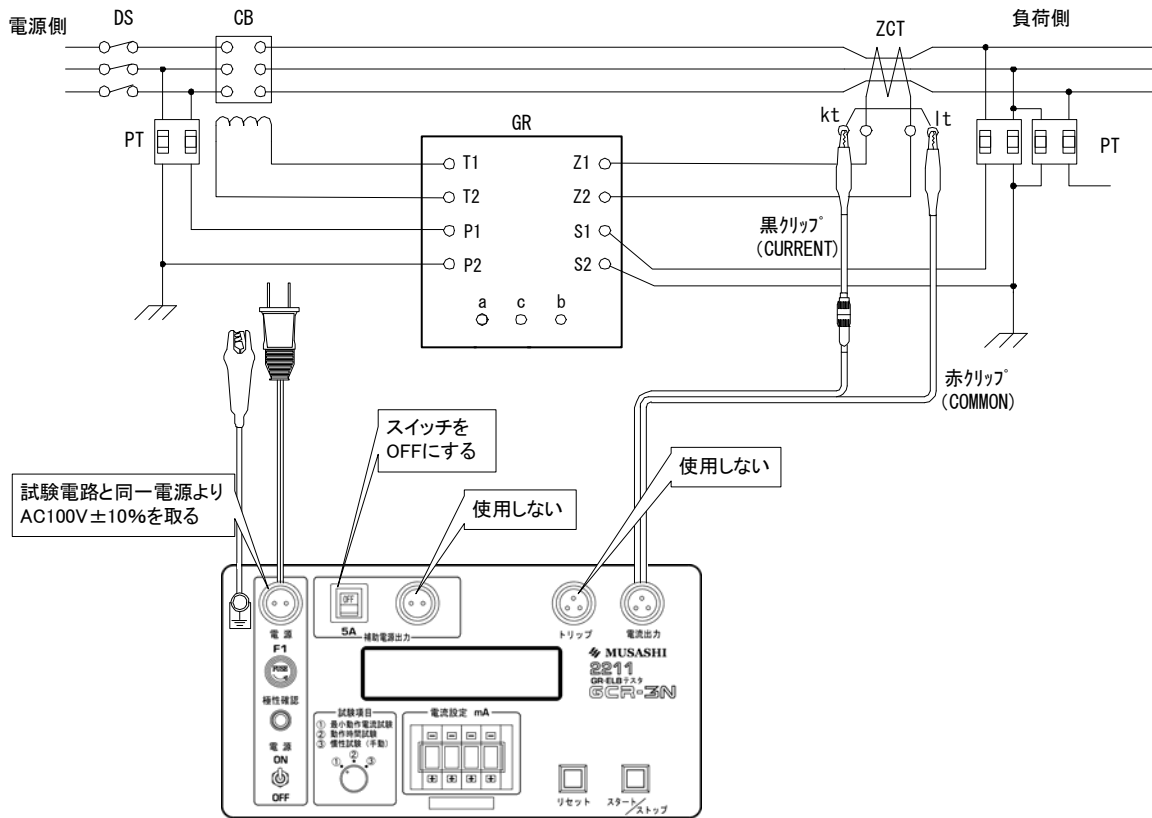

図4 高圧受電設備の電源を生かした状態でのGR・CB連動試験
5	トリップコードをトリップコネクタに接続します。 ●手順7の結線図4の電源を生かした状態でのGR・CB連動試験では、トリップコードは使用しません。
7	電流出力コード及びトリップコード、補助電源コードを下表の試験条件区分による結線図1～図4により結線します。 結線図は2.3.2試験環境に記載してあります。
高圧受電設備の電源を生かした状態でのGR・CB連動試験	図4
- ・ 結線図4の電源を生かした状態でのGR・CB連動試験ではトリップコードは絶対に使用しないでください。誤って使用した場合には高電圧が本器に印加されて感電事故となり大変危険です。